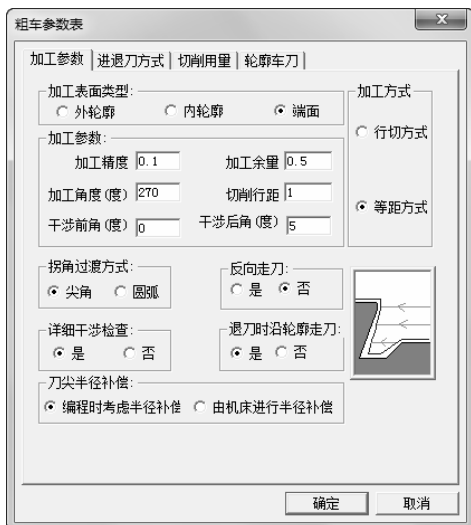

图 6-117 粗车加工参数设定
1) 单击“加工参数”选项卡，如图 6-117 所示。设置具体参数如下：加工表面类型：端面；加工精度：0.1；加工余量：0.5；加工角度：270；切削行距：1；干涉前角：0；干涉后角：5；拐角过渡方式：尖角；反向走刀：否；详细干涉检查：是；退刀时沿轮廓走刀：是；刀尖半径补偿：编程时考虑半径补偿。